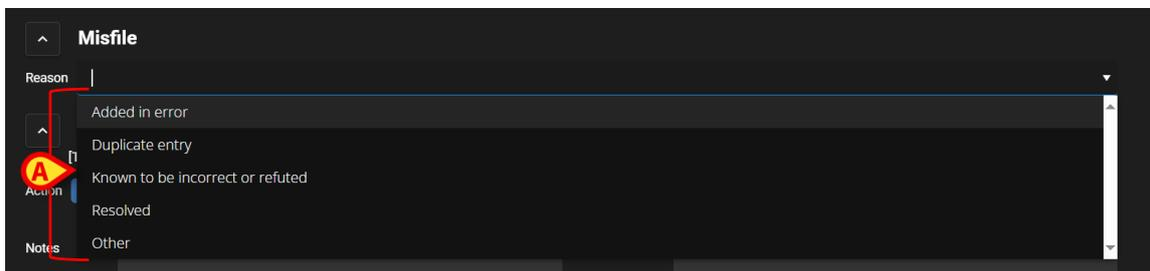

Fig 91
- Escriba el motivo en el campo "Reason" (Motivo) o selecciónelo en el menú desplegable disponible (Fig 91 **A**).